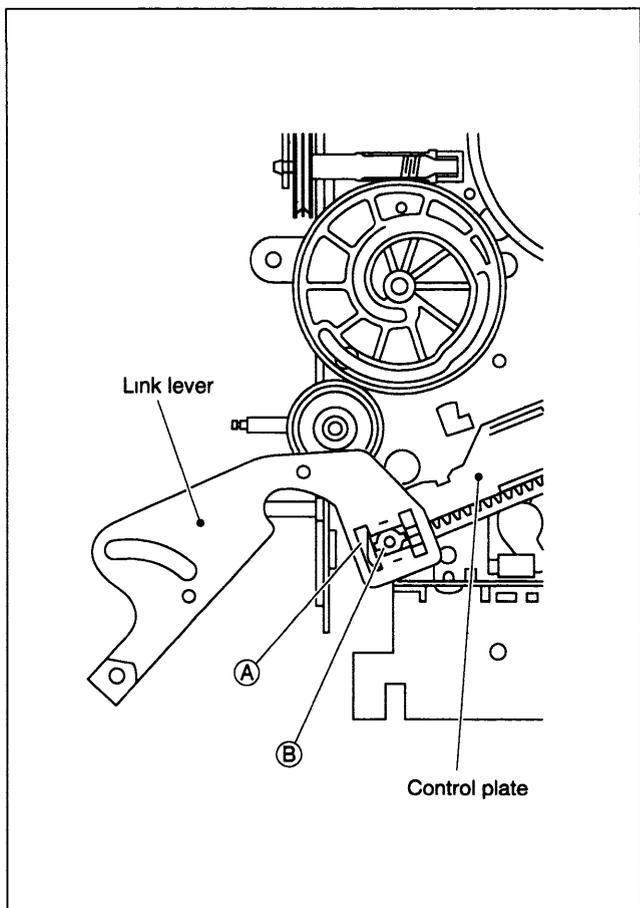

Fig. 2-3-5
- (3) Insira a seção A da alavanca de conexão na seção B da placa de controle (control plate) como mostrado na Fig 2-3-5